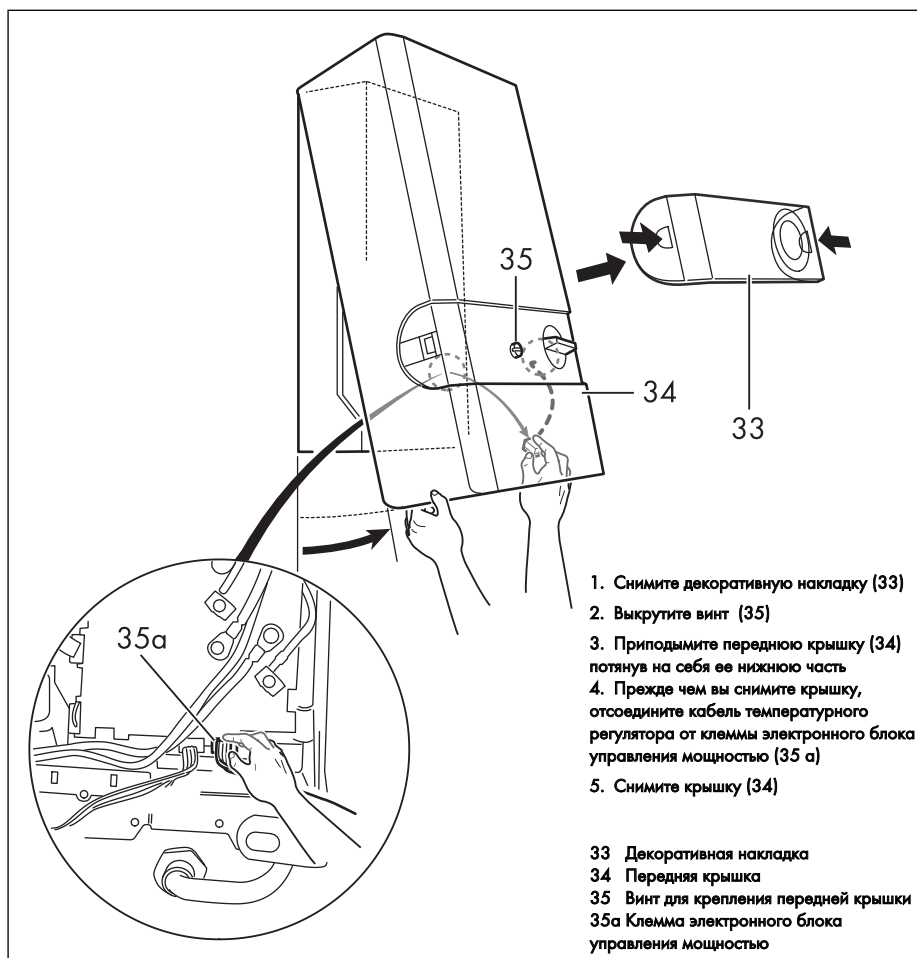

Рис. 5.3 Навешивание прибора VED .../4 EP
После извлечения водонагревателя VED .../4 EP из упаковки, удалите декоративную накладку (33) (рис. 5.3): для этого нажмите на боковые кнопки и снимите накладку (33) вперед. Снимите переднюю крышку прибора (34), выкрутив находящиеся под декоративной накладкой (33) винт (35); отсоедините кабель температурного регулятора от клеммы X9 электронного блока управления мощностью (35а) и снимите переднюю крышку.